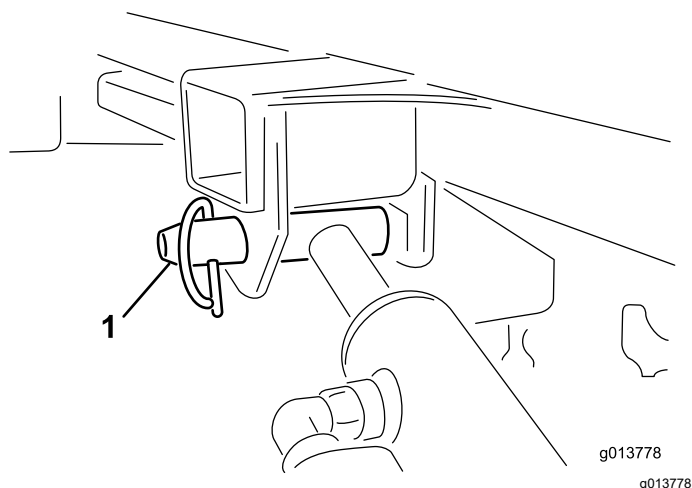

Figura 53
11. Susineți cilindrul de ridicare cu o mână. Cu cealaltă mână, îndepărtați tiftul de blocare al cilindrului de ridicare (Figura 53).